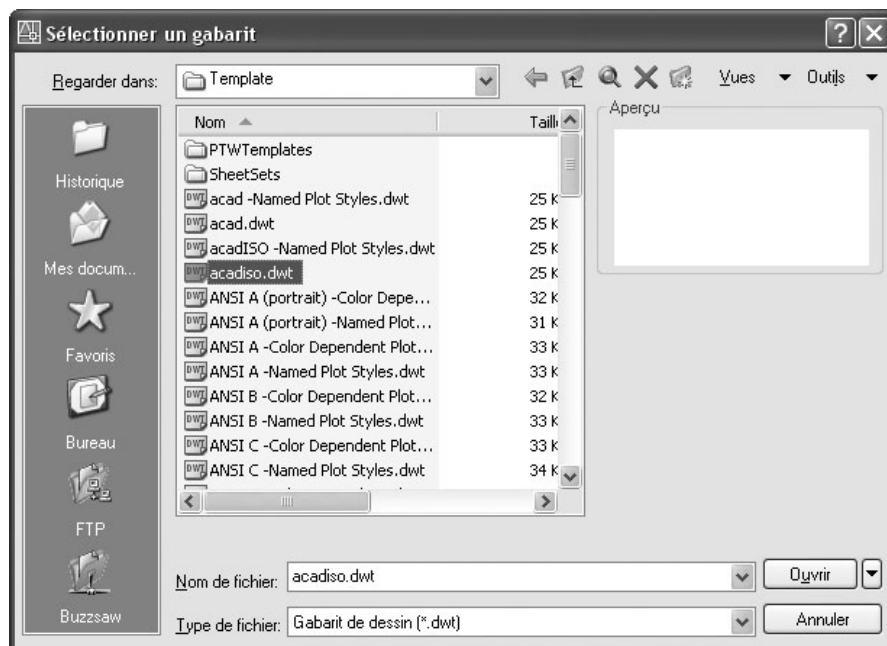

Fig.25.7
- 2 Dans la boîte de dialogue **Sélectionner un gabarit** (Select a Template) sélectionner un fichier dans la liste (fig.25.7).